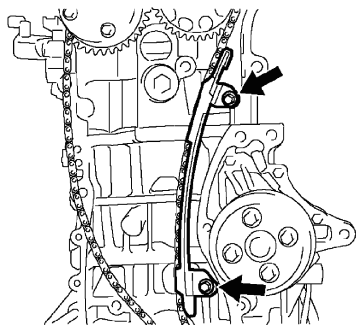

图 1-178 拆卸链条减振器
32) 拆卸 1 号链条减振器。拆卸 2 个螺栓和链条减振器, 见图 1-178。